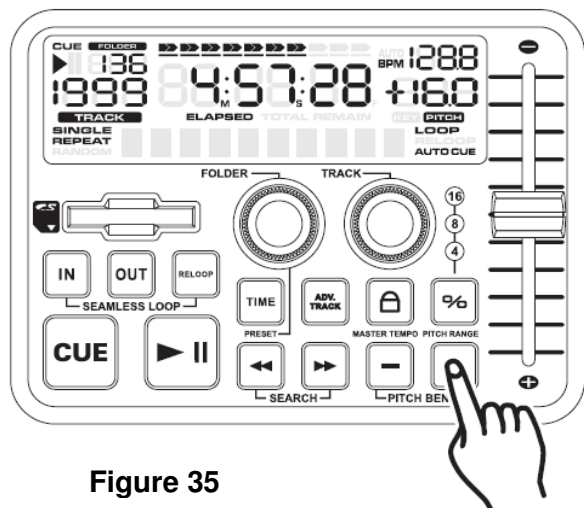

Figure 35
Le bouton (+) de PITCH BEND (30) augmentera la vitesse de lecture de la piste et le bouton (-) de PITCH BEND (30) la diminuera. L'amplitude variation du pitch est proportionnelle au temps passé à presser le bouton. Par exemple si le bouton (+) de PITCH BEND (30) est maintenu enfoncé sans interruption comme en figure 35, la vitesse augmentera et continuera à augmenter jusqu'à obtention d'un gain de vitesse de 16%. Quand vous relâchez ce bouton (+) de PITCH BEND (30) la vitesse reviendra automatiquement à sa vitesse précédente.